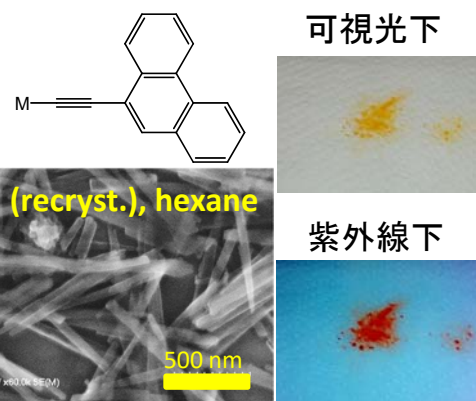

図3 9-エチニルフェナントレンによるナノワイヤー
- 機能性分子として、蛍光性のあるフェナントレンを持つ金属アセチリドを使用した例を図3に示します。銀錯体の場合は蛍光を呈しませんでしたでしたが、銅錯体の場合は、蛍光を呈しました。